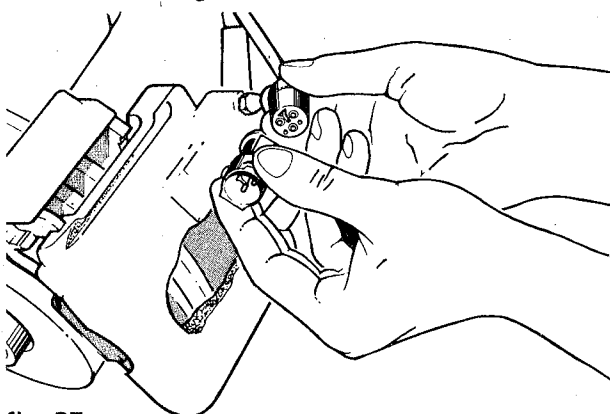

fig. 25
3. Nos veículos equipados com sensor de desgaste das pastilhas, desligar o conector do cabo do sensor (fig. 25)